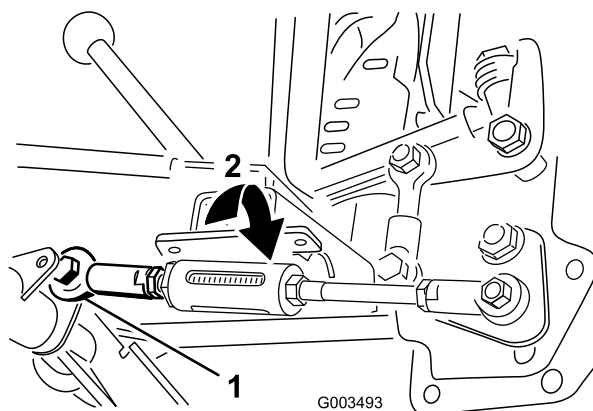

Figura 19
- A. Retire el perno y la tuerca que sujetan la varilla al tubo de giro (Figura 19).
3. Apriete las contratuercas que sujetan la varilla del muelle hasta que se vea 1/4 a 1/2 pulgada (6 mm a 13 mm) de rosca para tensar el muelle (Figura 19).